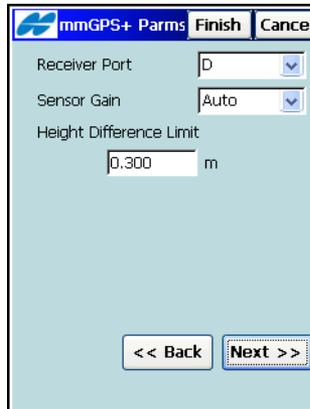

Abbildung 4-31. mmGPS+-Parameter
2. Wählen Sie die Optionen im Bildschirm **Parameter mmGPS+** (Abbildung 4-31 auf Seite 4-27) und tippen Sie auf **Weiter**.